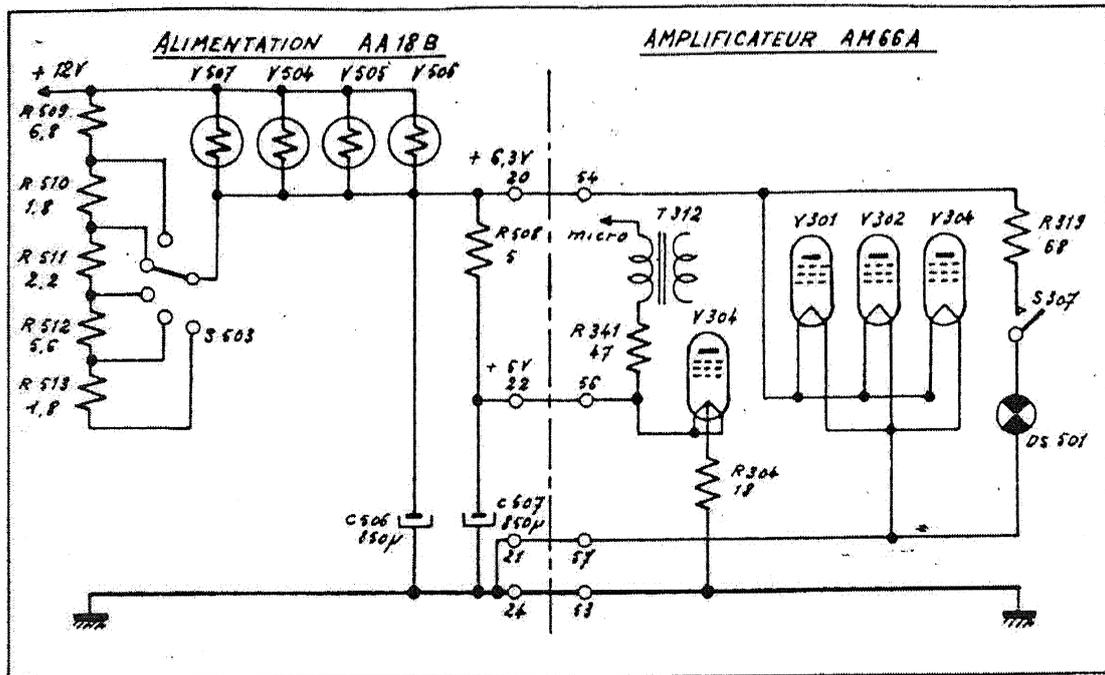

Fig. 19 - Circuit de chauffage des tubes de l'amplificateur et d'alimentation du microphone.
- Fig. 19 Circuit de chauffage des tubes de l'amplificateur et d'alimentation du microphone
Fig. 19 et 20